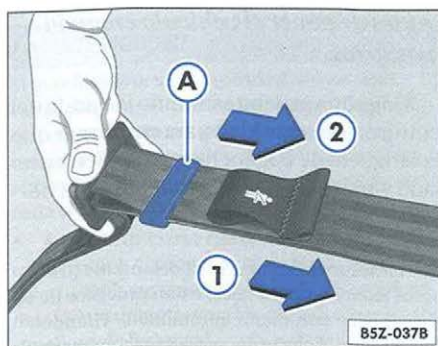

Fig. 11 Cinturón de tres puntos sin ajuste automático
- Presione la hebilla conforme lo ilustrado ⇒ fig. 11 y alargue totalmente el cinturón, tirándolo por la banda de la lengüeta ① - vea la orientación en la etiqueta fijada en el cinturón.
- Tire el extremo ⇒ fig. 11 ② hasta alcanzar un juego máximo de 3 dedos (5 cm) en la región del torax.
- Coloque el pasador ① lo más próximo posible de la lengüeta.